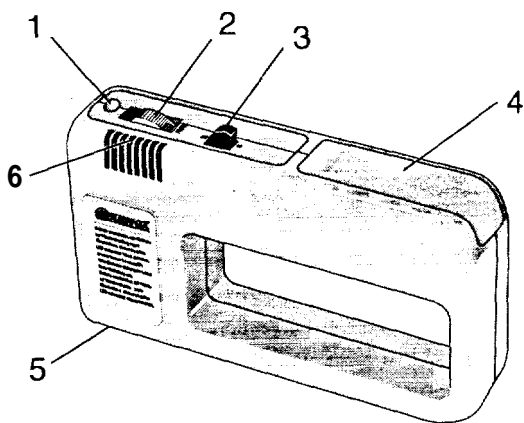

Fig. 1
## **Legende (zu Fig. 1)**
1. Batteriefach 4 (Fig. 1) öffnen.
1. Funktion „M“ Metallsuchen oder „V“ Spannungssuchen 3 (Fig. 1) am Wahlschalter einstellen.
2. Gerät mit Stellrad 2 (Fig. 1) einschalten.
3. Stellrad weiterdrehen, bis die Leuchtdiode 1 (Fig. 1) aufleuchtet und der Summer ertönt (Stellung M = Dauerton, Stellung V = Intervallton)
4. Nach der Arbeit Gerät über das Stellrad 2 (Fig. 1) ausschalten, damit die Batterie nicht vorzeitig entladen wird.